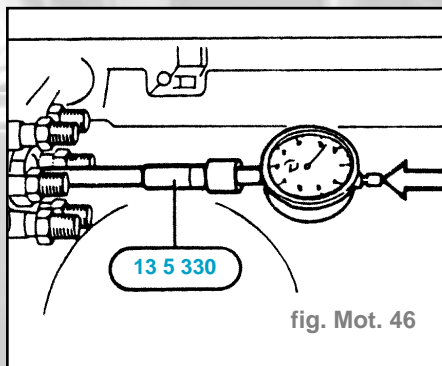

fig. Mot. 46
- Visser le support et fixer le comparateur (fig. Mot. 46).